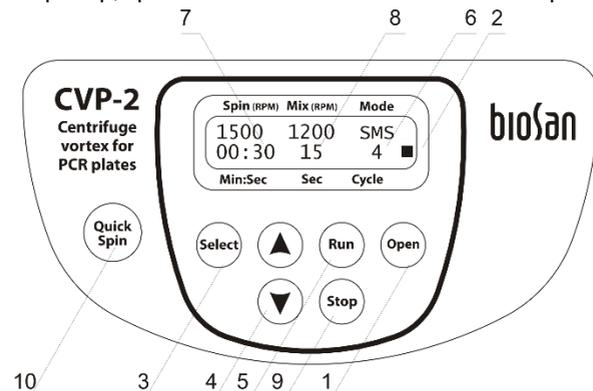

Рисунок 2. Панель управления
- 5.3 Откройте крышку прибора, нажав на кнопку **Open** (рис. 2/1), и поднимите крышку рукой (в нижней строке дисплея **Mode** появится индикация , см. рис. 2/2). Открыть крышку возможно только при остановленном роторе.
- 5.7 **Кратковременное центрифугирование.** Нажмите кнопку **QS** (рис. 2/10) для быстрого осаждения и держите нажатой. Ротор набирает скорость до установленного значения (рис. 2/7, сверху). После отпускания кнопки **QS**, ротор останавливается автоматически.
- 5.8.1 Нажатием кнопки **Select** (рис. 2/3) выберите параметр, который необходимо изменить. Каждое нажатие кнопки **Select** последовательно активирует параметры режимов в цикле, активный параметр обозначается мигающей индикацией.
- 5.8.2 Используйте кнопки **▼** и **▲** (рис. 2/4) для установки соответствующих значений (если кнопка нажата более 2 с, значения меняются быстро).
- 5.8.4 Для выбора режимов (параметр **Mode**, рис. 2/2) доступны следующие значения:
5.13 Нажмите кнопку **Run** (рис. 2/5) для запуска программы.
5.14 Начнется вращение ротора и на дисплее загорится соответствующая индикация ► (рис. 2/2), обратный отсчет циклов (рис. 2/6), меняющиеся значения параметров времени текущего режима (рис. 2/7 и рис. 2/8).
5.15 При необходимости нажатием кнопки **Stop** (рис. 2/9) можно остановить прибор в любой момент до выполнения установленного числа циклов.
5.16 Прибор автоматически останавливается после выполнения заданного числа циклов (мигающая индикация ■ на дисплее, рис. 2/2), открывает крышку прибора и подает звуковой сигнал об окончании работы. Нажмите кнопку **Stop** (рис. 2/9) для прекращения сигнала.